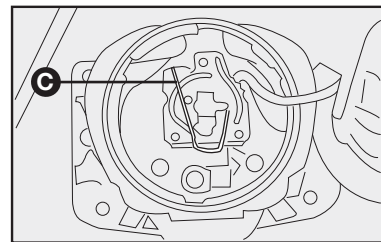

fig. 31
3) retirar o conector e, em seguida, o porta-lâmpada pressionando a presilha **C-fig. 31** para frente abrindo lateralmente para a direita;